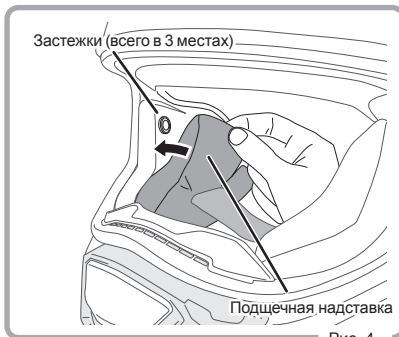

Рис. 4
5. Застегните 3 застежки-кнопки. (Рис. 4)